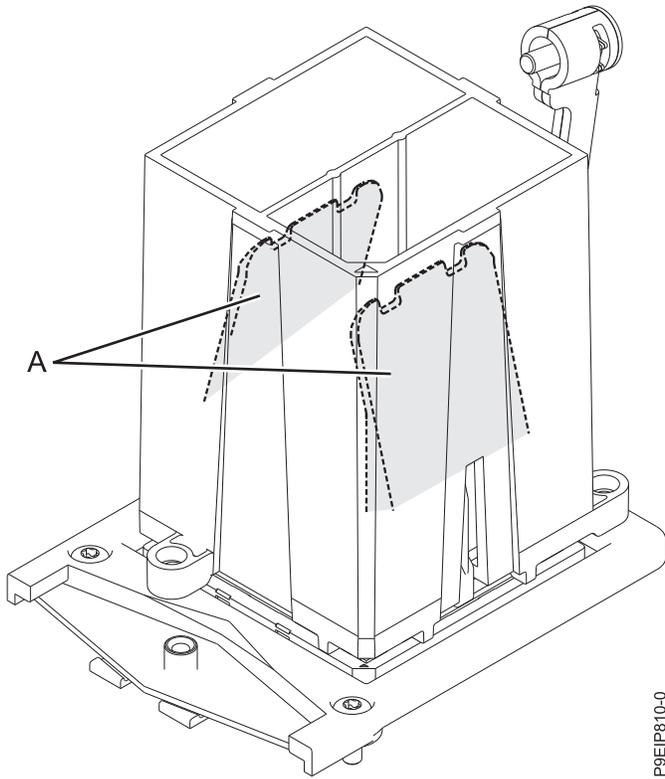

Figura 74. Extracción de la herramienta del módulo del procesador del sistema
13. Una vez alineados correctamente los orificios del módulo del procesador del sistema con las patillas de guía, apriete las dos pestañas de sujeción azules (**A**) hasta que encajen con firmeza, tal como se muestra en la Figura 74 en la página 70. A continuación, levante la herramienta para sacarla del módulo del procesador del sistema.